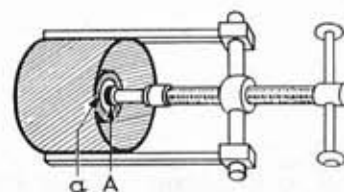

Fig. 2
- Placez sur le bout d'arbre a, une rondelle épaisse A, d'un diamètre inférieur à celui de l'arbre (Fig. 2).